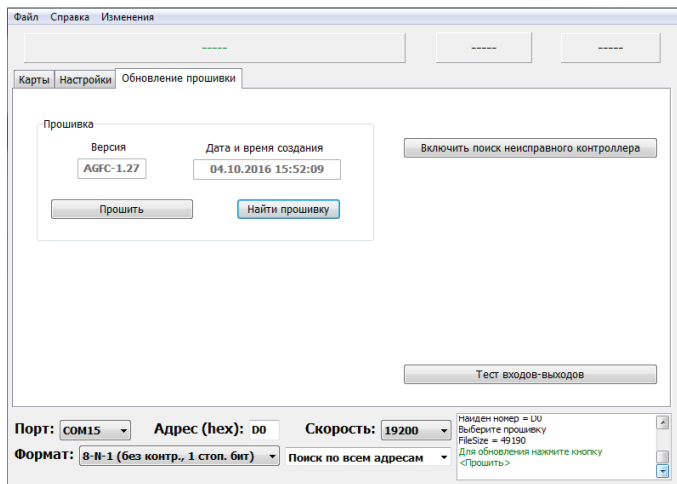

Рис.22. Чтение файла прошивки.
5. Далее выбрать файл прошивки, нажав кнопку «Найти прошивку». Файл прошивки должен иметь формат .eaw. После выбора файла на вкладке отобразится информация об этом файле: версия, дата и время создания (Рис.22).